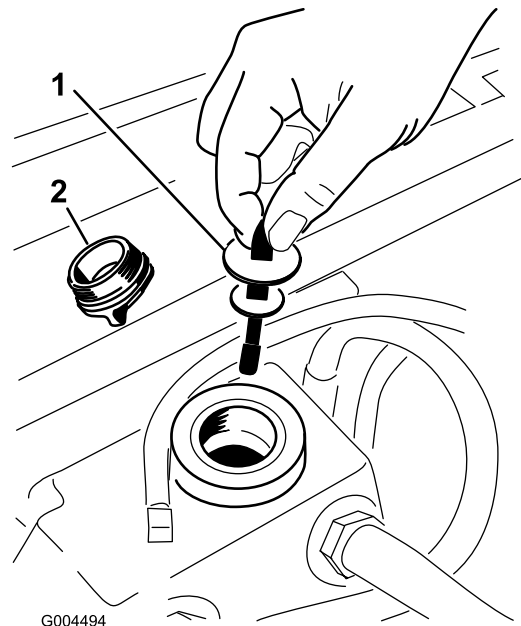

Bild 95
5. Nehmen Sie den Deckel des Hydraulikbehälters vom Einfüllstutzen ab (Bild 95).
6. Nehmen Sie den Peilstab heraus und wischen Sie ihn mit einem sauberen Lappen ab (Bild 95).
7. Stecken Sie den Peilstab in den Einfüllstutzen und ziehen ihn dann heraus, um den Ölstand zu prüfen (Bild 95).